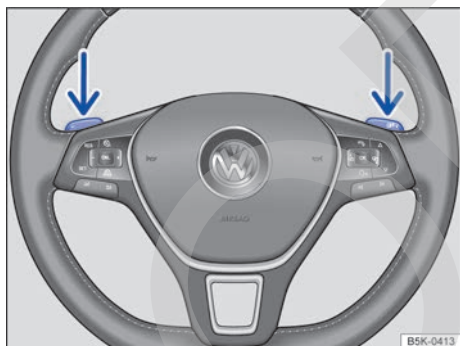

Fig. 113 Volante con levas de cambio para el Tiptronic.
- Tire de la leva derecha → fig. 113 hacia el volante para cambiar a una marcha más larga.
- **O BIEN:** reduzca de marcha con las levas de cambio situadas en el volante → fig. 113.